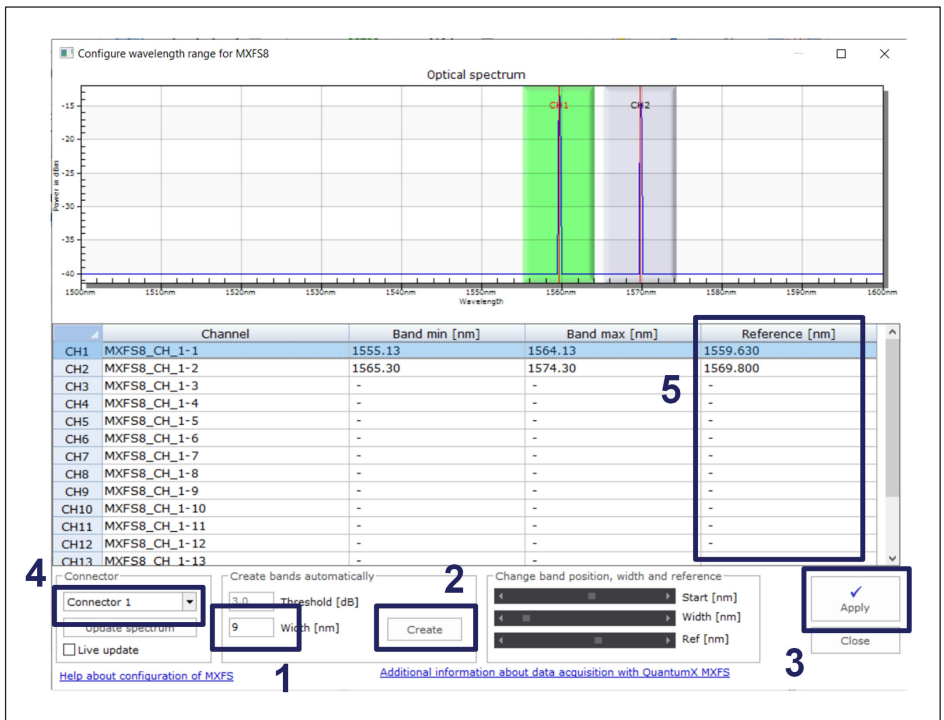

Abb. 5.2 Einrichten von Bereichen
- Einen Breitenwert von 9 nm für die automatische Erstellung von Bändern definieren (Ziffer 1 in Abb. 5.2).
- Zum automatischen Erstellen von Bändern auf die Schaltfläche „Erzeugen“ klicken (Ziffer 2 in Abb. 5.2).
- Die konfigurierten Bereiche im Gerät für den ausgewählten Anschluss („Connector“) übernehmen, dazu auf die Schaltfläche „Übernehmen“ klicken (Ziffer 3 in Abb. 5.2).
- Den Vorgang für alle Anschlüsse wiederholen, indem jeweils der entsprechende Connector ausgewählt wird (Ziffer 4 in Abb. 5.2).
- Die Referenzwellenlängen des FBG entsprechend den Angaben in den Kalibrierdatenblätter definieren (Ziffer **5** in Abb. 5.2).
- Die Einstellungen übernehmen (Ziffer **3** in Abb. 5.2).
- Den Vorgang für alle Anschlüsse wiederholen, indem der jeweils zu bearbeitende Connector ausgewählt wird (Ziffer **4** in Abb. 5.2).